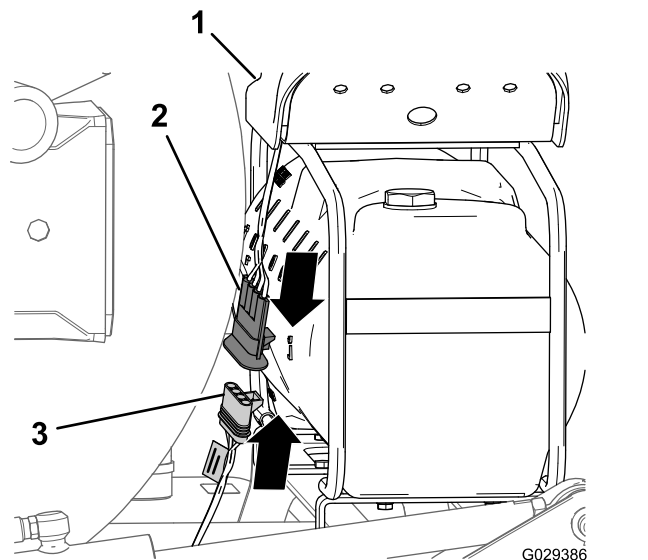

Рисунок 172
- В конце ответвления длиной 236 см жгута проводов совместите 4-гнездовой разъем жгута проводов доводочного комплекта с 4-штыревым разъемом жгута проводов компрессора (Рисунок 172).
- Вставьте 4-штыревой разъем в 4-гнездовой разъем (Рисунок 172).